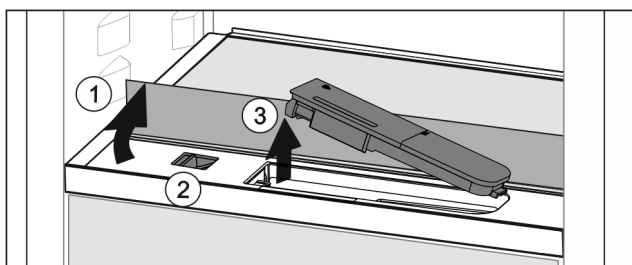

Fig. 56
- ▶ Glasplatte anheben und bis zum Anschlag nach hinten klappen Fig. 56 (1).
- ▶ Schieber Fig. 56 (2) nach links schieben.
- ▶ Wassertank entnehmen Fig. 56 (3).